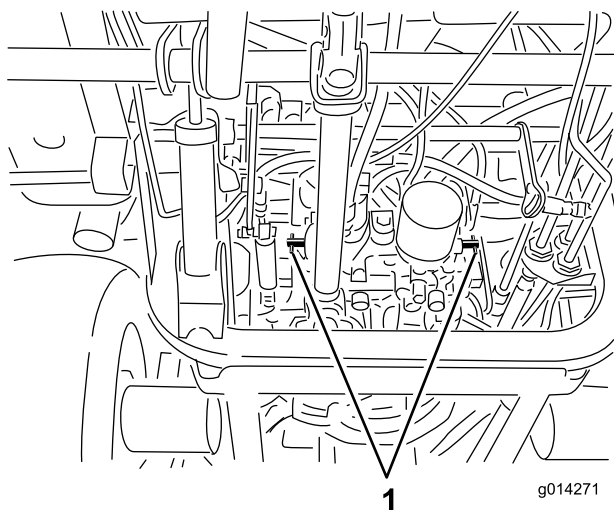

Figura 25
4. Girate ogni valvola di bypass di un giro in senso antiorario (Figura 25).
Girate ogni valvola di bypass di 1 giro in senso orario e serratela (a una coppia di 8 Nm circa) (Figura 25).